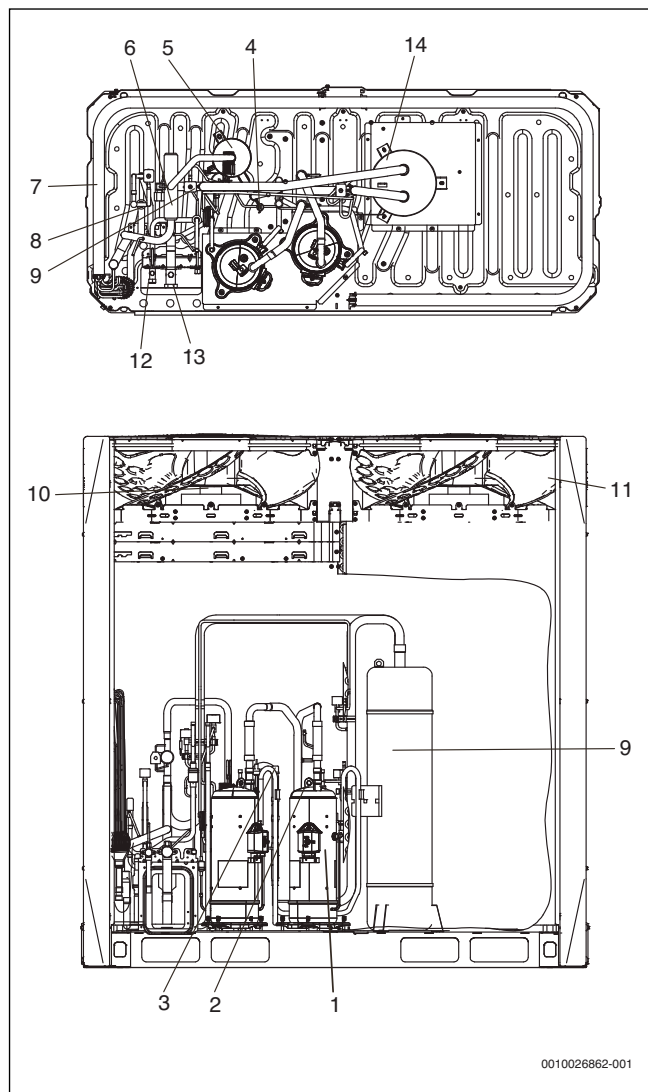

Рис. 7 Расположение компонентов
**Обозначения на рис. 7 и 8:**